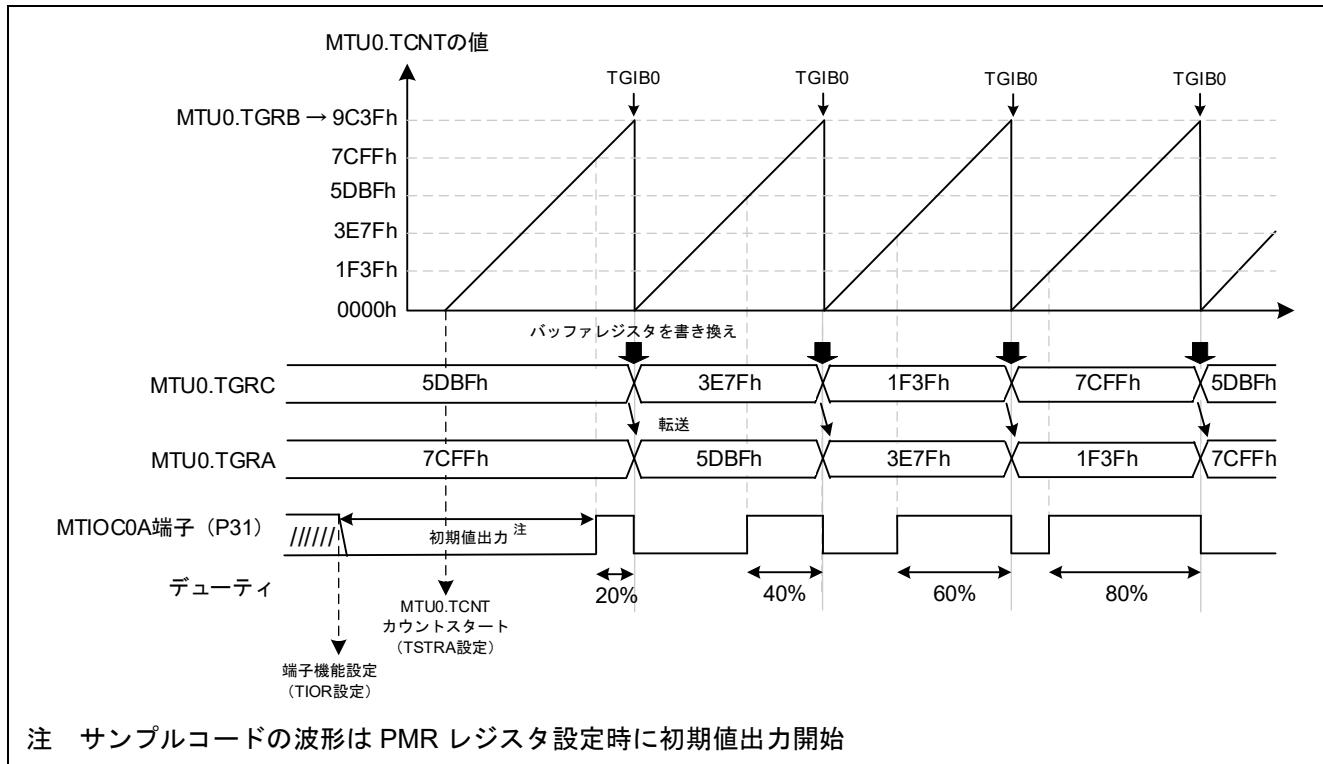

図 3-12 サンプルコードの動作
- デューティの変更タイミングの詳細は図 3-12 を参照
本サンプルコードの動作を図 3-12 に示します。周期ごとにデューティの設定を変更するため、周期レジスタ TGRC のコンペアマッチ割り込み (TGIB0) で、バッファレジスタ TGRC の値を書き換えます。TGRC の値は、カウンタクリア発生時にデューティレジスタ TGRA へ転送されます。